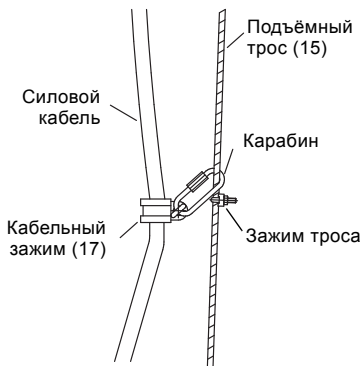

Рис. 9 Крепление силового кабеля к тросу
15. Закрепите подъёмный трос (15) на кронштейне электродвигателя с помощью скобы. См. рис. 9.
16. С помощью скобы закрепите верхний конец страховочного троса в отверстии (31) кронштейна верхнего крепления. На другом конце страховочного троса имеется скоба, через которую должен проходить подъёмный трос.
17. С помощью кабельного зажима прикрепите силовую кабель к подъёмному тросу приблизительно на 0,8 м выше мешалки. Это предотвратит падение кабеля и его попадание в пропеллер во время работы. С помощью карабина закрепите кабельный зажим на подъёмном тросе выше зажима троса. См. рис. 9. Прикрепите силовую кабель к подъёмному тросу с помощью кабельных зажимов, установленных через каждый метр.